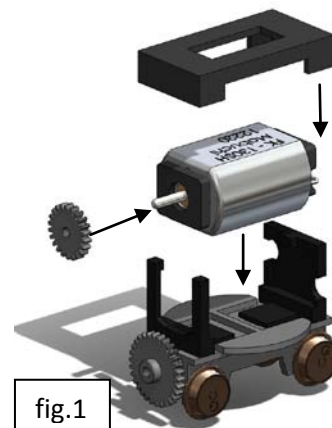

fig.1
- 4) Insérer le moteur à la place du moteur JOUEF (fig.1) et vérifier le bon entraînement des deux pignons, graisser-les au besoin.